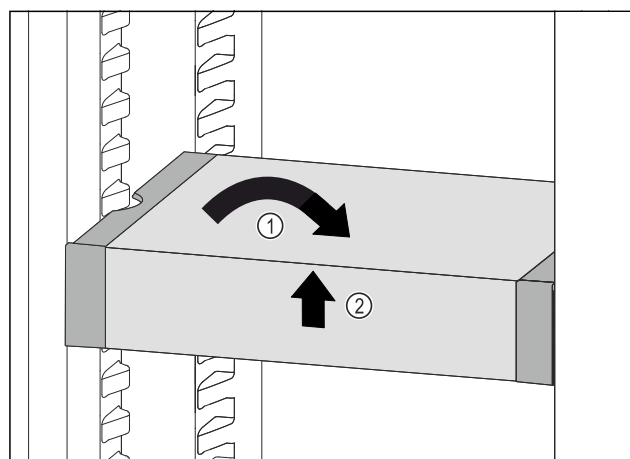

Fig. 140
- Изправете VarioSafe. Fig. 140 (1)
- Повдигнете VarioSafe отпред. Fig. 140 (2)